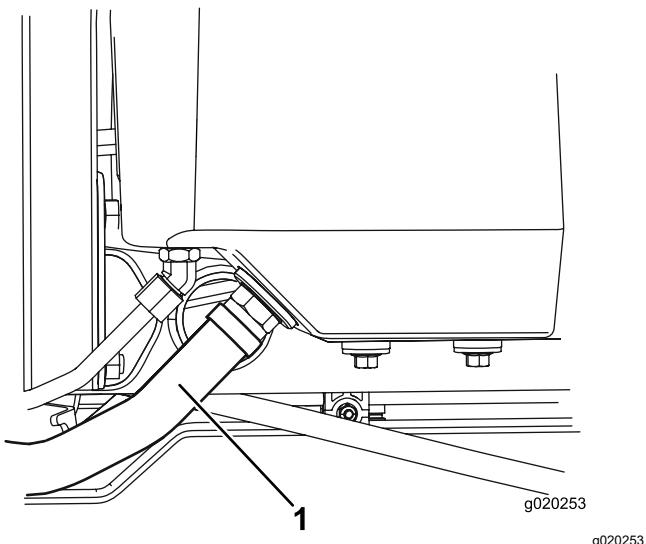

Figura 77
2. Desconecte la manguera hidráulica grande (Figura 77) del depósito y deje fluir el aceite hidráulico en un recipiente apropiado.